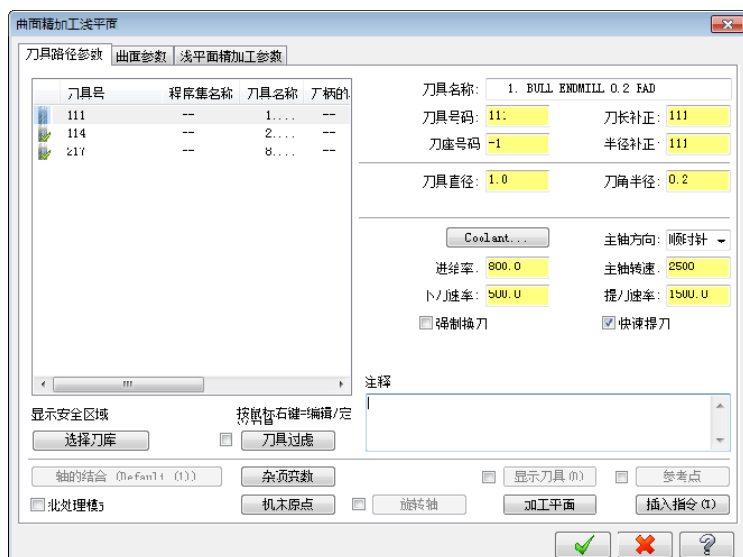

图 10-124 设置刀具路径参数
④ 设置刀具路径参数。在“刀具路径参数”对话框中单击  按钮，选取直径为 1mm 的圆鼻刀，设置进给率为 800，下刀速率为 500，主轴转速为 2500，提刀速率为 1500，如图 10-124 所示。